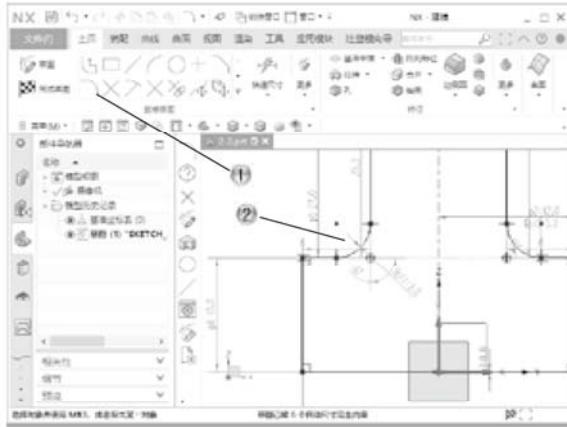

图 2-59
① 单击【主页】选项卡中的【圆角】按钮⌒，如图 2-59 所示。
② 在绘图区中，创建半径为 3 的圆角。